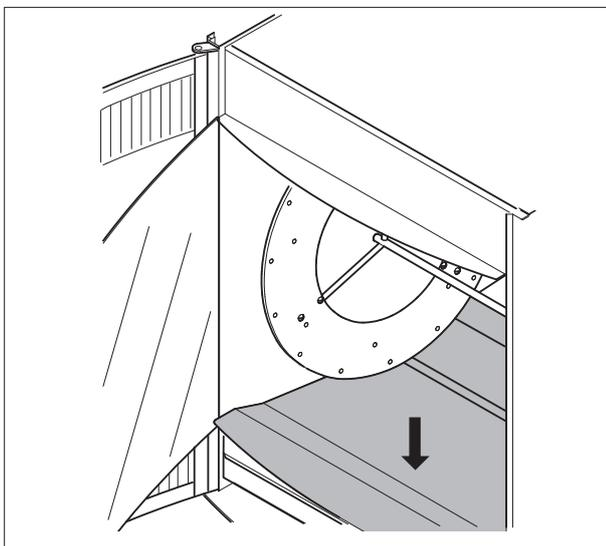

Figure 2.1
- ☒ Placer les plaques de base dans le STG (voir figure 2.1).